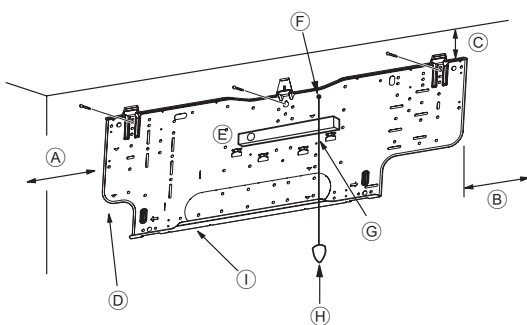
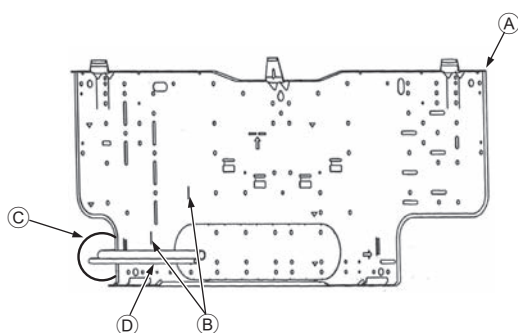

Рис. 3-4
Рис. 3-5
■ PKFY-P-VHM-E (Рис. 3-4)
- ⓓ Крепежные винты (4 × 35) ②
- Ⓢ Монтажная плита ①
3.3. Встраивание труб в стены (Рис. 3-5)
- ▲ Монтажная плита ①